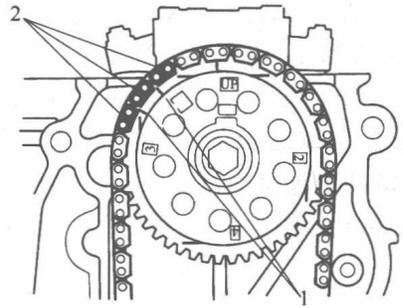

图 1-1-13
(5) L15A7 发动机：将凸轮轴链条安装到凸轮轴链轮上，使指针 1 与三个涂色链节 2 对准，如图 1-1-13 所示。